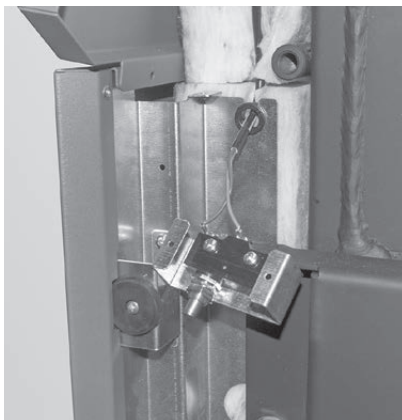

Fig. 40 Türsicherheitsschalter verlegen (nur bei PuroWIN PW 24–60)
- ▶ **Nur bei PuroWIN PW 24–60:** Vormontierten Türsicherheitsschalter zur linken oberen Ecke des Kessels verlegen und Tülle (ist am Kabel aufgefädelt) in die Öffnung drücken – Fig. 40.